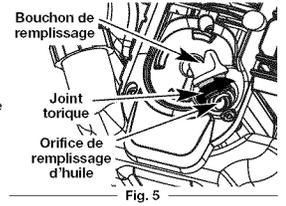

Fig. 5
3. Retirez le bouchon / la jauge d'huile du carter-moteur. Versez tout le contenu de la bouteille d'huile dans le carter-moteur (Fig. 5).